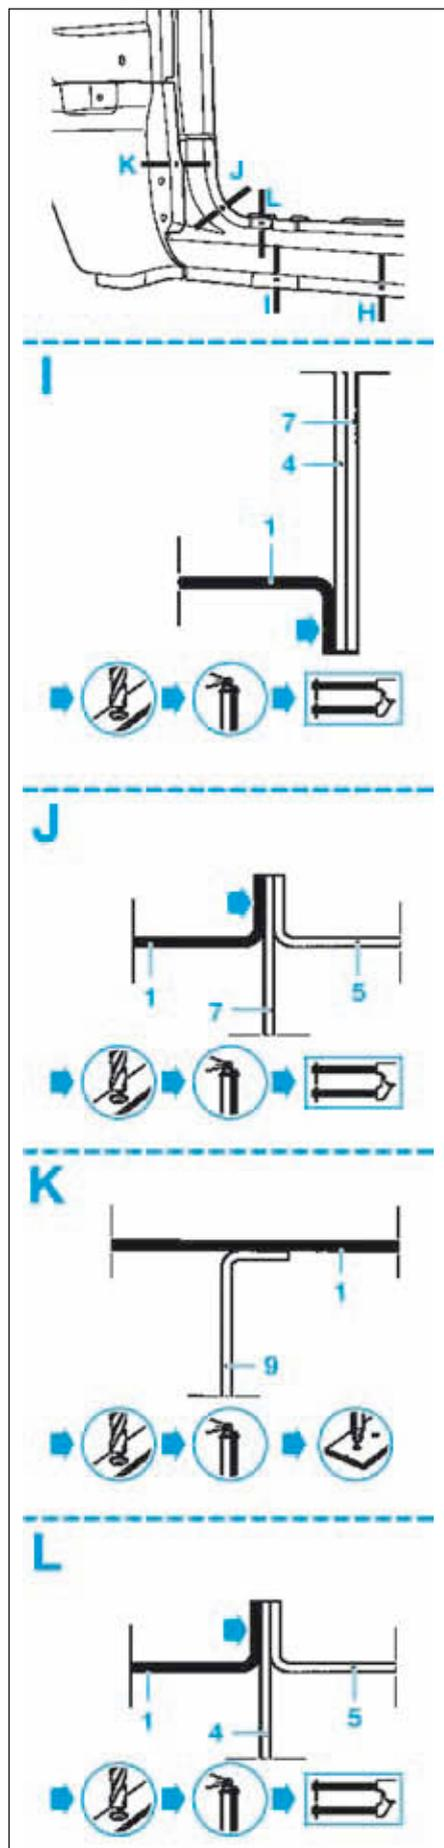

FIG.28
- Dépointer et fraiser comme illustré (Fig.27) et (Fig.28).
- Tracer puis percer pour un soudage ultérieur par points bouchons (Fig.27) et (Fig.28).
- Souder par points bouchons MIG et électriques (Fig.27) et (Fig.28).